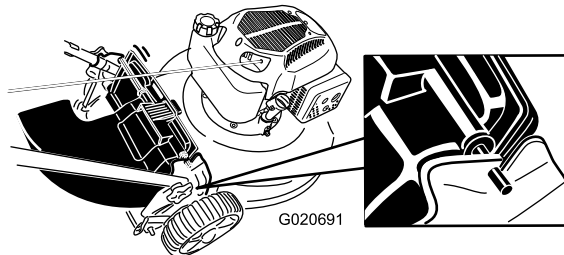

Figura 22
4. Introduza a barra do defletor de descarga traseira nos entalhes na máquina (Figura 22).